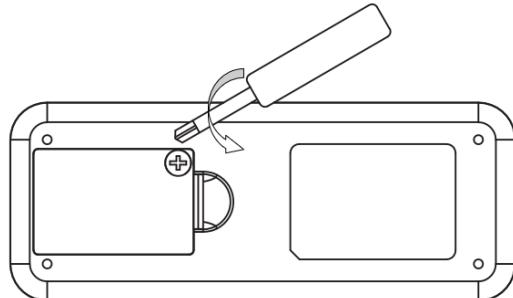

Fig. 9a
- 리모컨 뒷면의 나사를 풀어 배터리칸 커버를 분리합니다. (Fig. 9a).